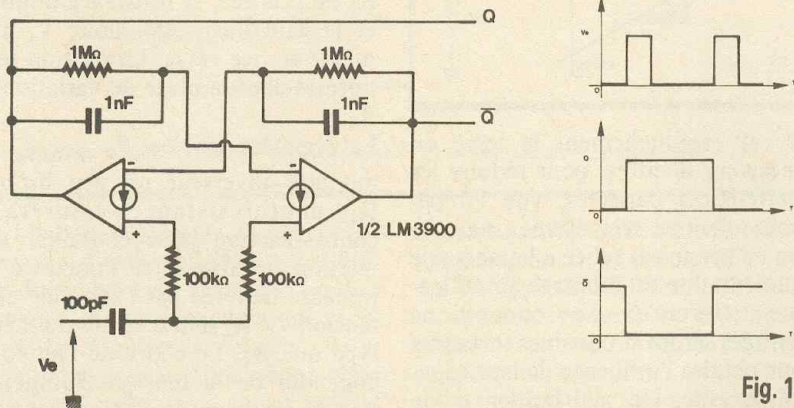

Fig. 12
**FLIP-FLOP A AMPLI DE NORTHON (fig. 12)**